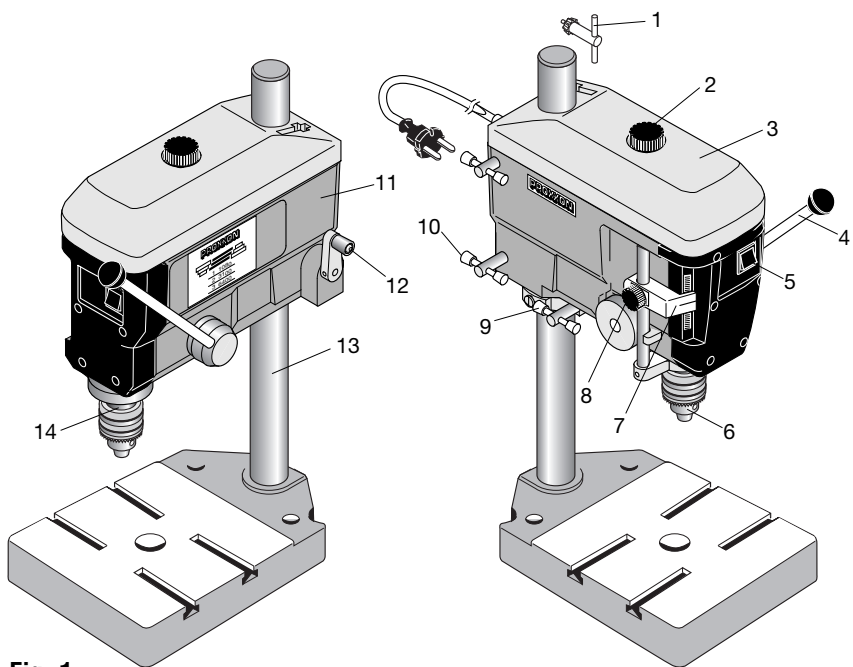

Fig. 1
1. Bohrfutterschlüssel in Bohrfutter 6 (Fig 1) einstecken.
1. Spindel an der Schlüsselfläche 14 (Fig. 1) mit einem Gabelschlüssel (SW 17) blockieren.
1. Rändelschraube 2 (Fig. 1) herausdrehen und Abdeckhaube 3 entfernen.